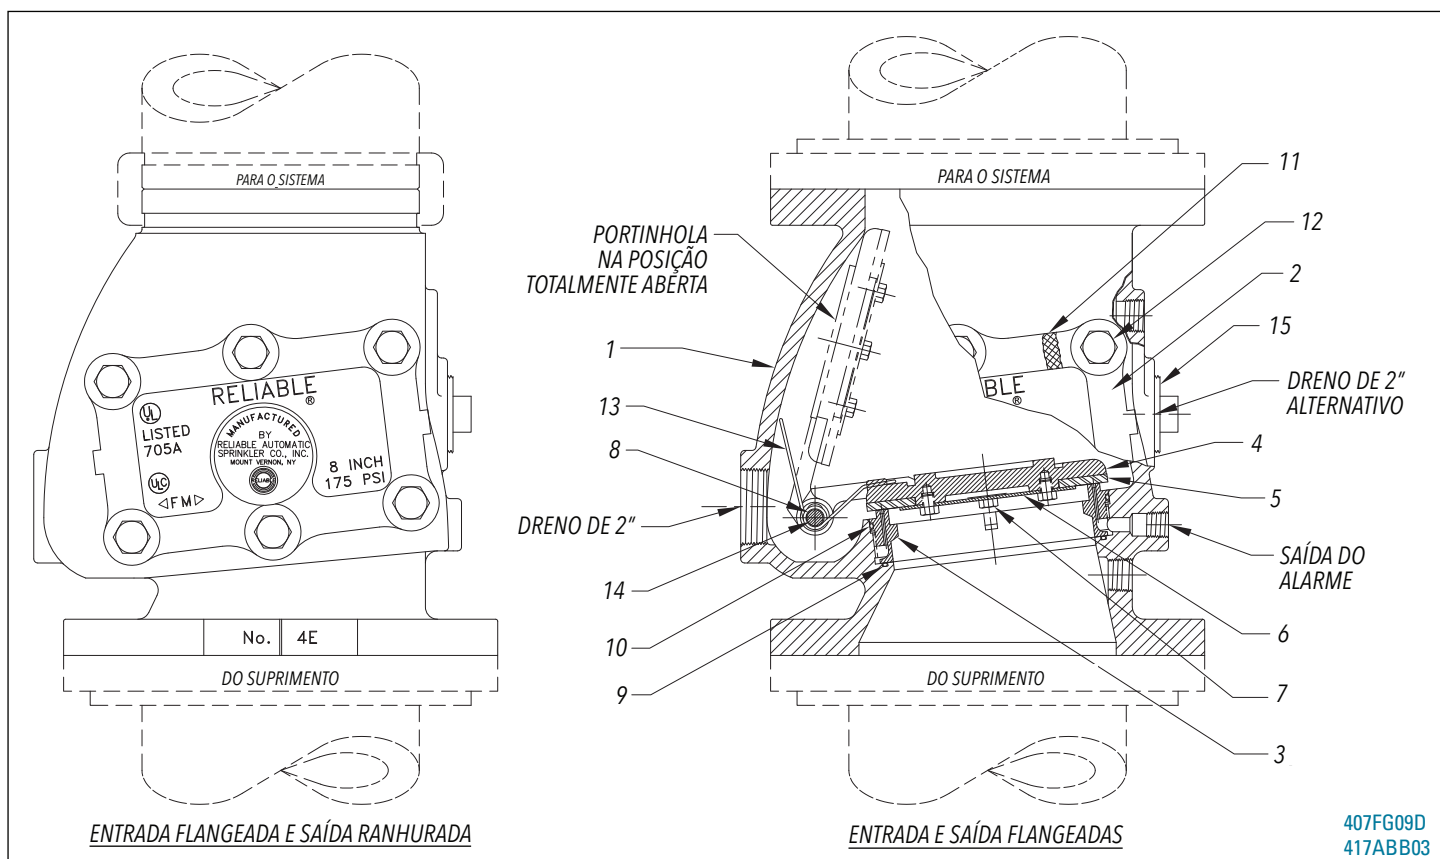

Fig. 9
c. Em qualquer um dos casos (a ou b), drene o sistema abrindo a válvula (A), Figuras 7 e 8, para o dreno. Remova a tampa (2), Fig. 9, o plugue do tubo do eixo (14), o pino da articulação (8) e o conjunto da portinhola (4).